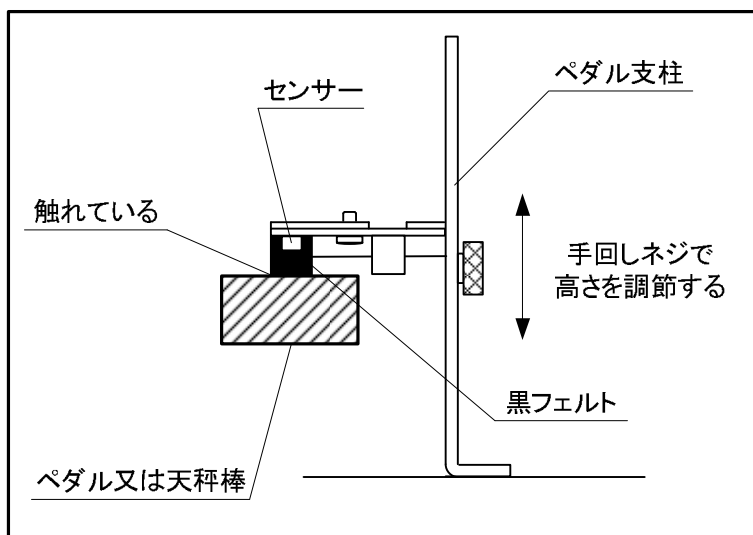

図3.4-2 センサー部の高さ調整
(2) ペダルを踏み込まない状態で、図3.4-2の様に手回しネジで高さを調節して、ペダルや天秤棒の上面にセンサーの黒フェルト部が触れていることを確認する。
- (4) ペダル操作を行い、障害がないことを確認してから、ペダルユニットを底板に固定する。
(5) 黒フェルト部をペダルに当てる。この際、図3.4-4の様にセンサー部が水平になるよう調整する。また、ペダルを戻した時も図3.4-2のペダル支柱が傾かないようにする。